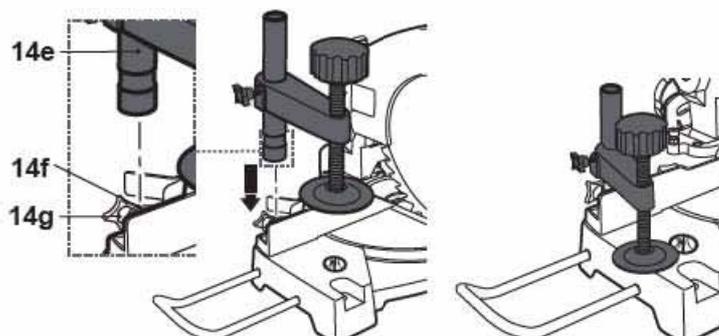

Fig. 4
- > Insérez la colonne de réglage de hauteur [14e] dans le support [14f] (Fig. 4).